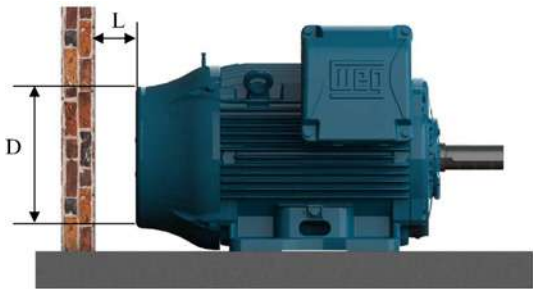

Figura 7.1 - Distancia mínima del motor hasta la pared.
- Que entradas y salidas de aire estén completamente desobstruidas. El mínimo espacio libre hasta la pared más próxima (L) debe ser ¼ del diámetro de la entrada de aire de la deflectora (D), ver Figura 7.1. El aire en la entrada del motor debe estar a temperatura ambiente.